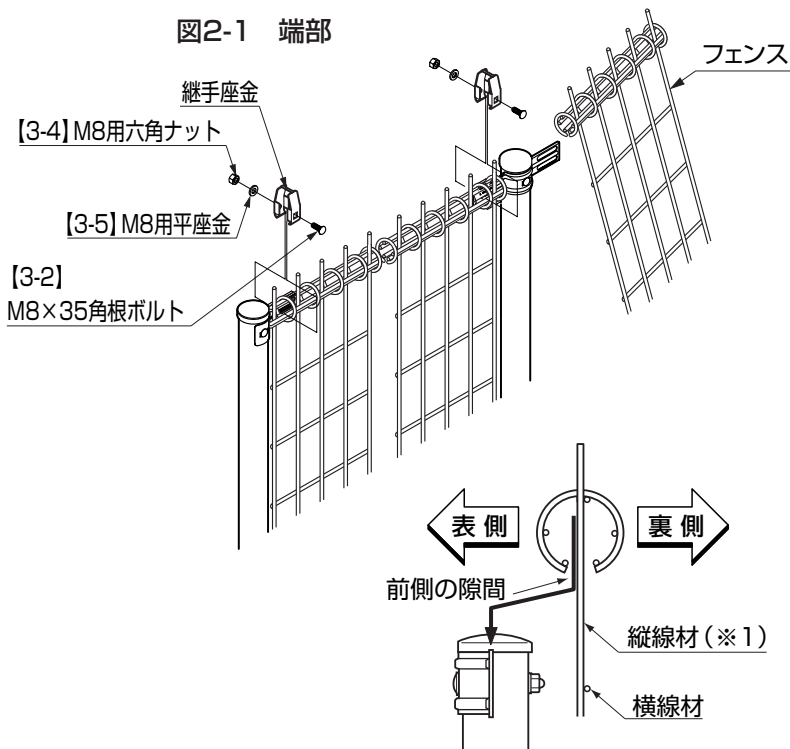

図2-3
- ②フェンス本体の前側の隙間にストレート継手、端部・コーナー継手を差し込んで仮置きしてください。(図2-3参照)